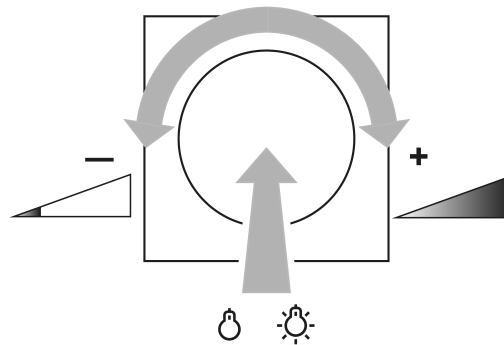

Figura 1: Accensione della luce o impostazione della luminosità
- Premere brevemente la manopola: la luce si accende o si spegne (Figura 1).
- Ruotare velocemente la manopola: la luminosità varia rapidamente (Figura 1).
- Ruotare lentamente la manopola: la luminosità varia gradualmente (Figura 1).